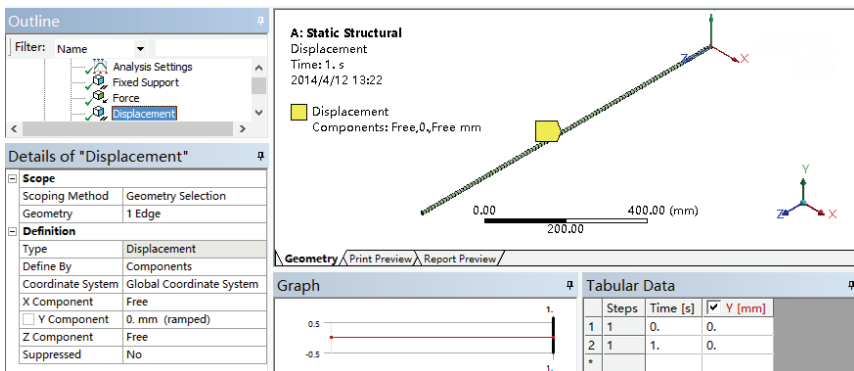

图 9-10 限制 Y 向位移为 0
7) 选中 Displacement, 选择整个线体, 单击 Details of “Displacement” 细节窗口 Geometry 选项下的 Apply 按钮, 即可施加位置约束。此时设置 Y 向的位移为 0, 如图 9-10 所示。